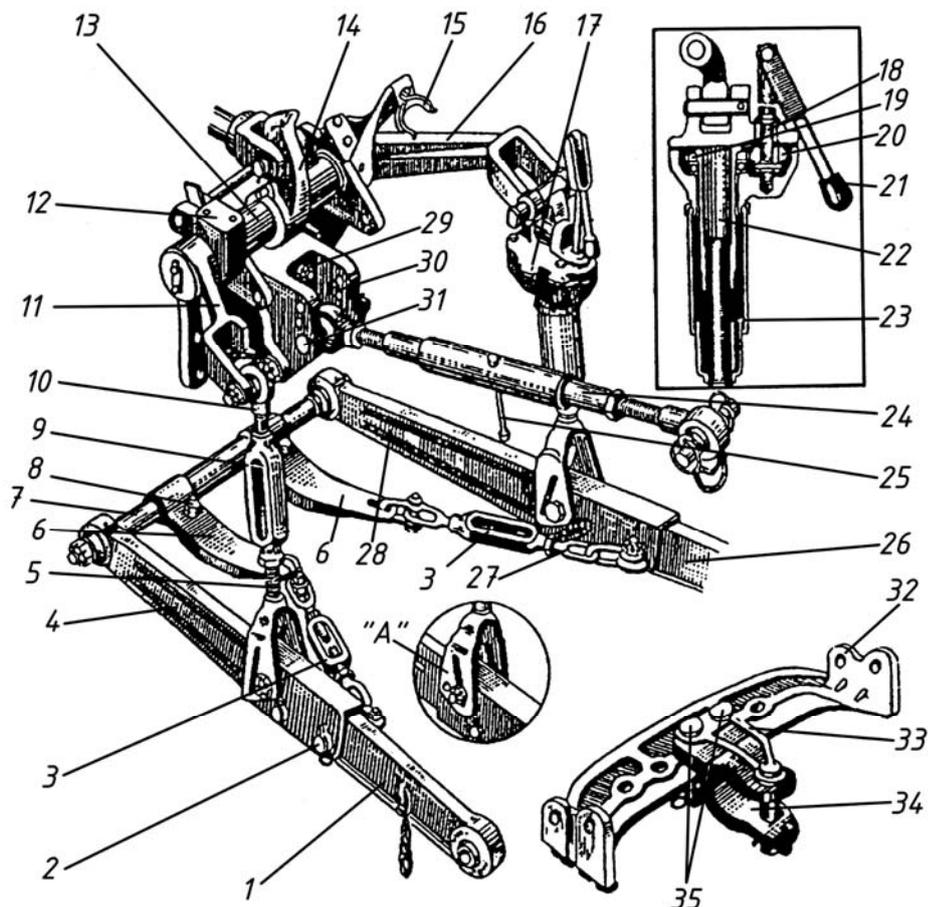

Рис. 8 Навесное устройство трактора МТЗ
- подайте трактор к плугу задним ходом так, чтобы шарниры продольных тяг 1, 26 (см. рис. 8) механизма навески были расположены против соответствующих присоединительных пальцев навески плуга;